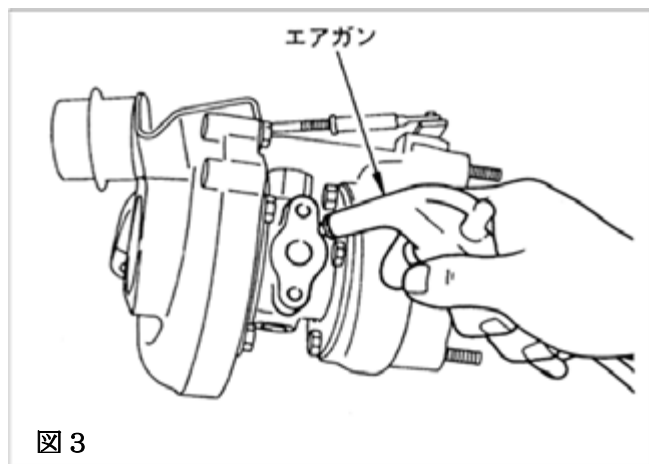

図 3
(4) ターボチャージャ Assy のウォーターライン・オイルラインにエアガンでエアブローを行ない、異物のないことを確認してください。(図 3)
(5) オイルライン入口に新品のエンジンオイルを注入し、ホイールを指で回転させ、ベアリング内部にオイルを行き渡らせてください。
(6) コンプレッサホイール, タービンホイール, コンプレッサハウジング、タービンハウジングもエアガンでエアブローを行ない、異物のないことを確認してください。(図 3)